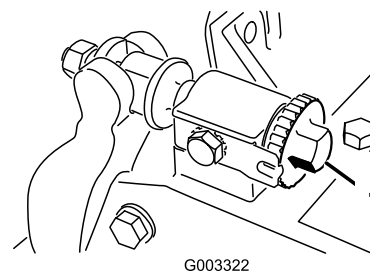

Figura 29
1. Reduzca el contacto entre el molinete y la contracuchilla girando los pomos de ajuste de la contracuchilla (Figura 29) en el sentido contrario a las agujas del reloj hasta que no exista contacto alguno.